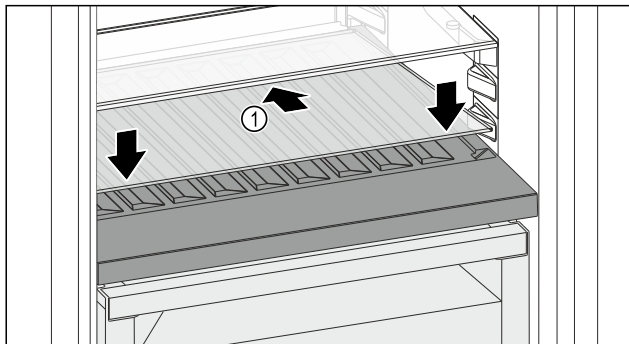

Fig. 176
- Posizionare il ripiano di vetro Fig. 176 (1) inclinato indietro e verso il basso.
- Abbassare la parte anteriore del ripiano di vetro Fig. 176 (1).